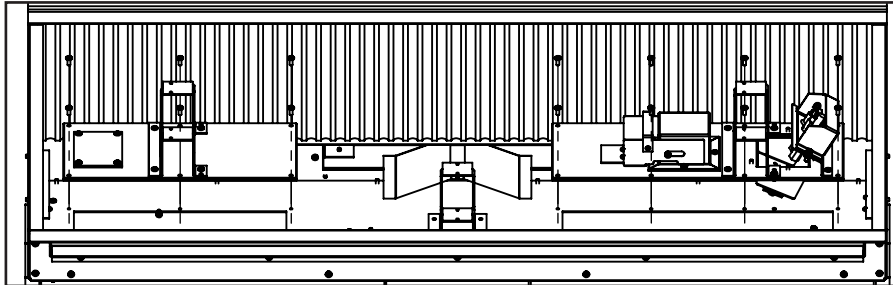

Figure 20: Removing Access Door
2. Déposer les (14) T-20 boulons retenant les panneaux d'accès comme illustré à la Figure 20.